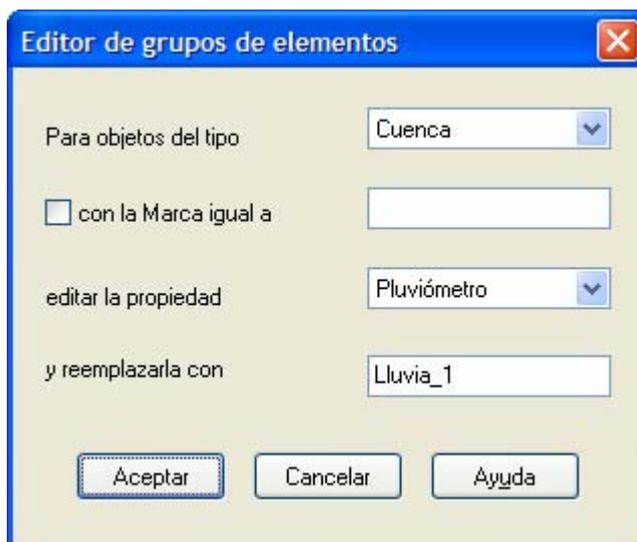

Figura 2.6. Ventana de diálogo del Editor de Grupos.
2. Seleccionar entonces la opción **Editar**→**Editar Grupo** para hacer que aparezca la ventana de diálogo del Editor de Grupos de Elementos, tal como muestra la Figura 2.6.